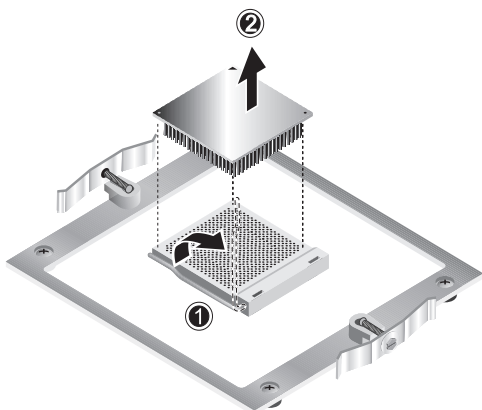

图 4-10 拆卸 CPU
10. 先向下按压，然后向上拉起 CPU 插座侧边的固定杆，使其完全打开，即处于垂直位置（参见图 4-10 中的 (1)）。
11. 从插座中拔出 CPU，让固定杆仍处于打开位置 (2)。